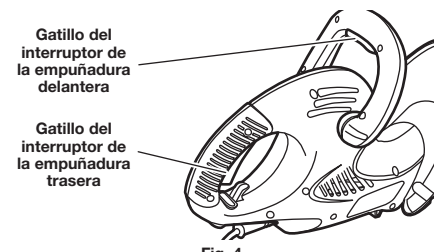

Fig. 4
2. Sujete la empuñadura delantera con una mano y oprima el gatillo del interruptor de la empuñadura delantera (Fig. 4).
3. Sujete la empuñadura trasera con la otra mano y oprima el gatillo del interruptor de la empuñadura trasera (Fig. 4). La unidad deberá arrancar inmediatamente.